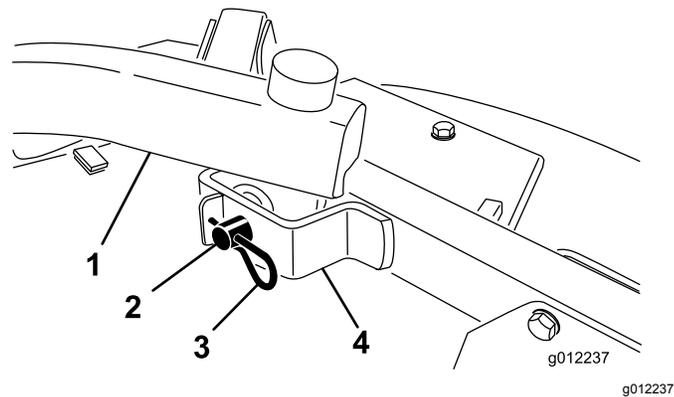

Figure 25
2. Retirez les goupilles fendues et les axes de chape qui fixent les bras de levage aux supports des bras pivotants (Figure 25).